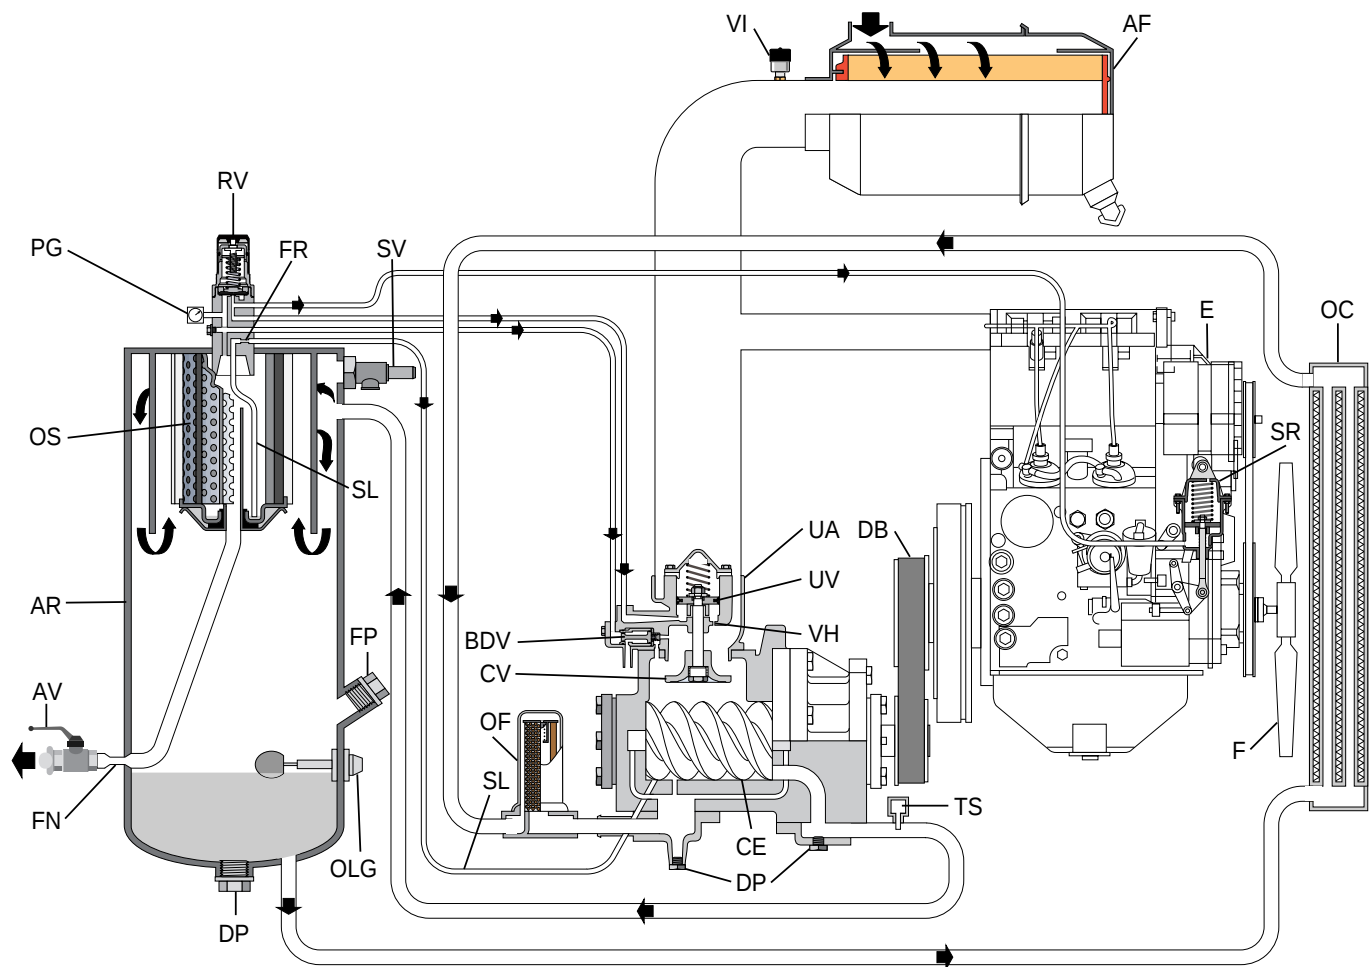

Fig. 2.3
2.5 LUCHTSTROMING (ZIE FIG. 2.3)
2.6 OLIESYSTEEM (ZIE FIG. 2.3)
2.7 PERMANENT REGELSYSTEEM (ZIE FIG. 2.3)